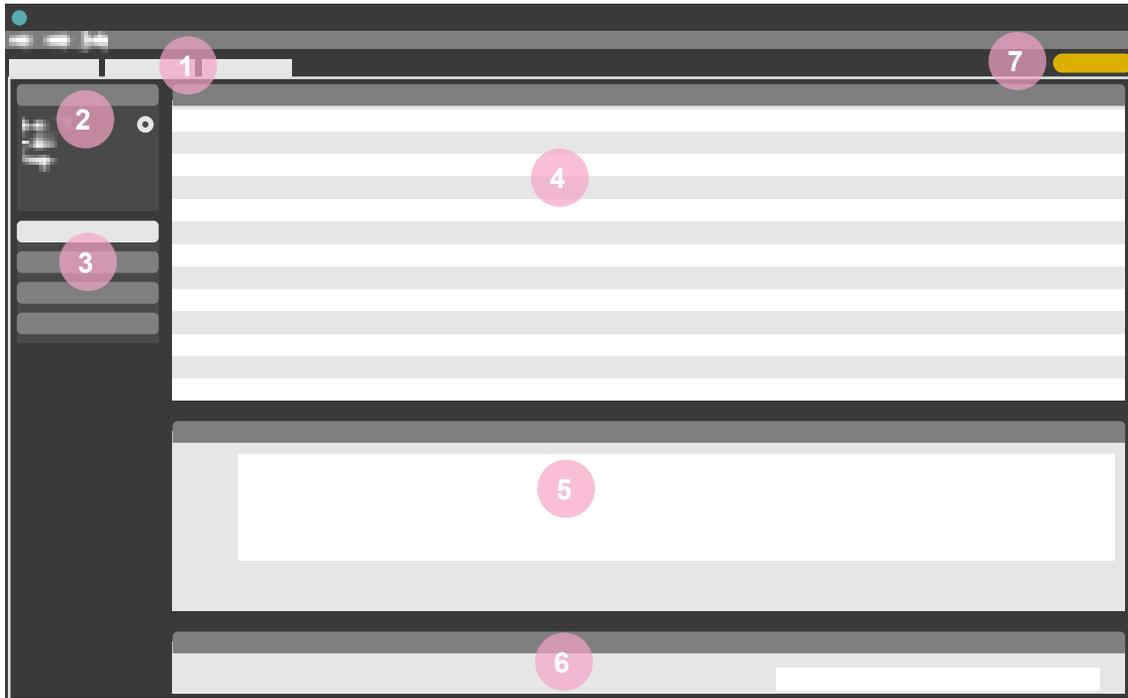

Abbildung 1. Hauptfenster - Übersicht
Verbinden Sie das Instrument mit RaySafe View. RaySafe View zeigt das verbundene Instrument im Instrumentenbereich links (**2** in Abbildung 1 auf Seite 4) an. Alle neuen Messwerte werden nun automatisch in RaySafe View angezeigt.
**TIPP!** Sie können pro Registerkarte ein Instrument verbinden (**1** in Abbildung 1 auf Seite 4).